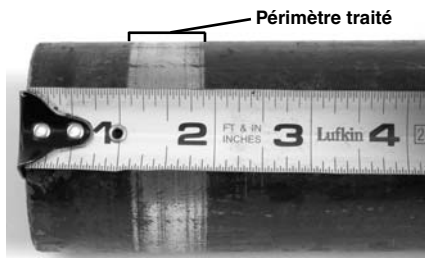

Figure 13 – Vérification de l'emplacement du périmètre traité
- Examinez la partie surfacée du tuyau afin de vous assurer qu'elle se trouve au bon endroit. Sur les tuyaux de $\frac{1}{2}$ " à 1", le décapage doit couvrir une zone allant de $\frac{9}{16}$ " (14 mm) à $1\frac{1}{16}$ " (27 mm) à partir de l'extrémité du tuyau. Sur les tuyaux de $1\frac{1}{4}$ " à 2", cette zone doit aller de $1\frac{3}{16}$ " (30 mm) à $1\frac{11}{16}$ " (43 mm) à partir de l'extrémité du tuyau. Il est possible de mesurer cette zone à l'aide d'un mètre à ruban ou d'une jauge de surfacage (Figure 13).